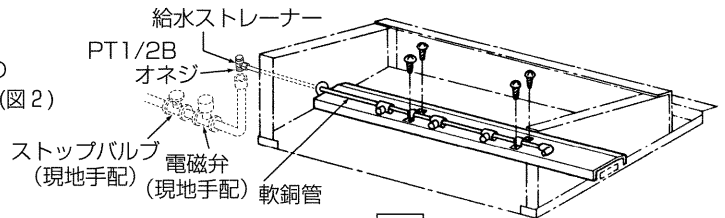

図2
- 1) 付属の給水ストレーナーをサイドパネルから引出している軟銅管の先端部に真鍮リング、およびリングナットにて接続してください。(図2)